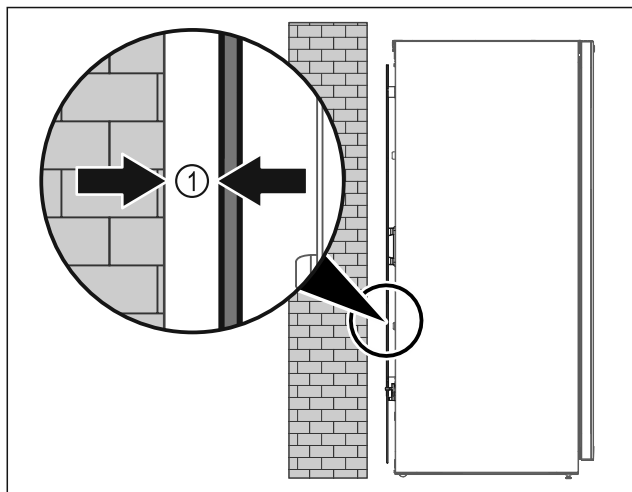

Fig. 10
- Opstil apparatet enten frit i rummet eller direkte på en væg med en mindsteafstand på 5 mm Fig. 10 (1).